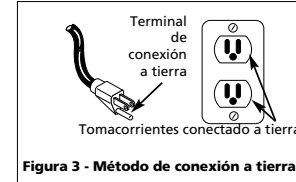

Figura 3 - Método de conexión a tierra
3. Este producto está diseñado para circuitos nominales de 120 voltios y tiene un enchufe para conexión a tierra similar al de la Figura 3. Cerciórese de conectarlo a un tomacorriente cuya configuración sea similar a la del enchufe. En caso de que ocurra un cortocircuito, esto evitaría el riesgo de choque eléctrico al ofrecerle un cable de desvío a la corriente eléctrica. Este producto tiene un cordón con un alambre y terminal de conexión a tierra. Debe conectarlo a un tomacorriente que